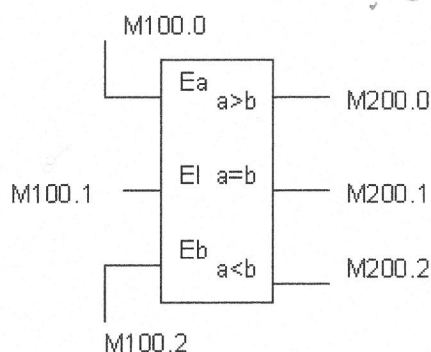

Figura 110
**FUNCIÓN:** la Figura 110 representa de forma gráfica la función. Deberá haber tantas llamadas a esta función como número de bits formen los números a comparar.